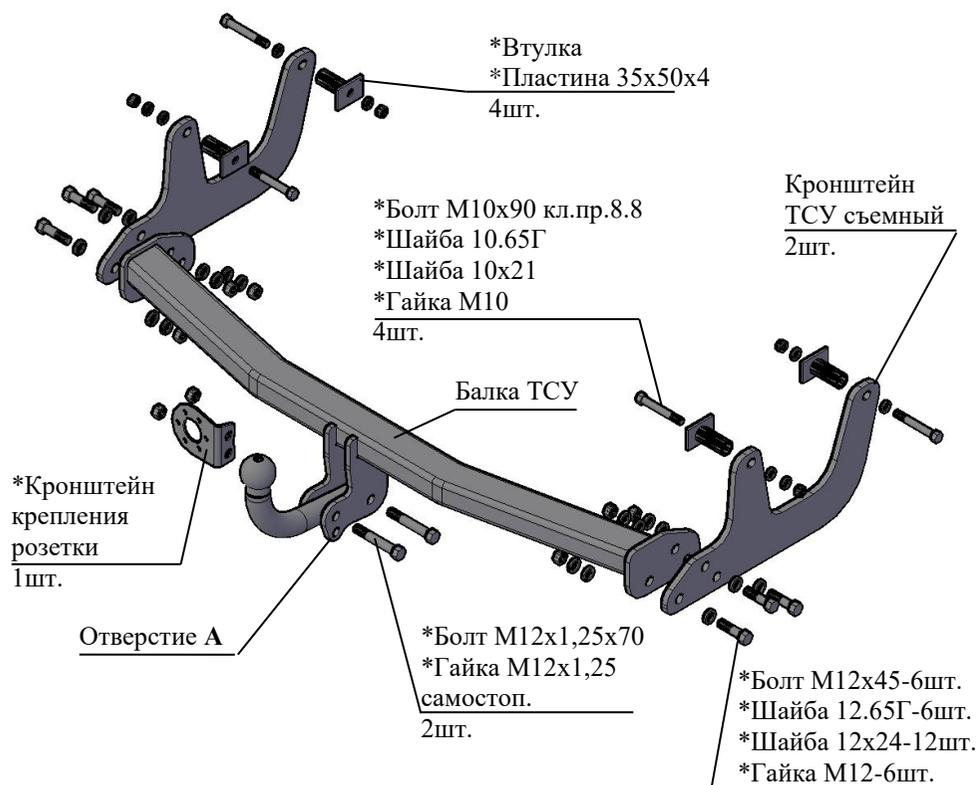

Рис.1 Тягово-сцепное устройство 9030
2.1 ТСУ 9030 в сборе (рис.1)	1 шт.
2.2 Пакет с комплектующими (см. рис.1)	1 шт.
4.2 Закрепить съемные кронштейны ТСУ к наружным полкам лонжеронов а/м болтами М10х90 (кл.пр.8.8), соблюдая положение болтов в соответствии с рис.1. Внутрь лонжеронов установить дистанционные втулки. Шайбы 10х21 устанавливать под головки болтов и под гайки со стороны съемных кронштейнов ТСУ. Пластины 35х50х4 установить соответственно рис.1 Крепеж не затягивать.